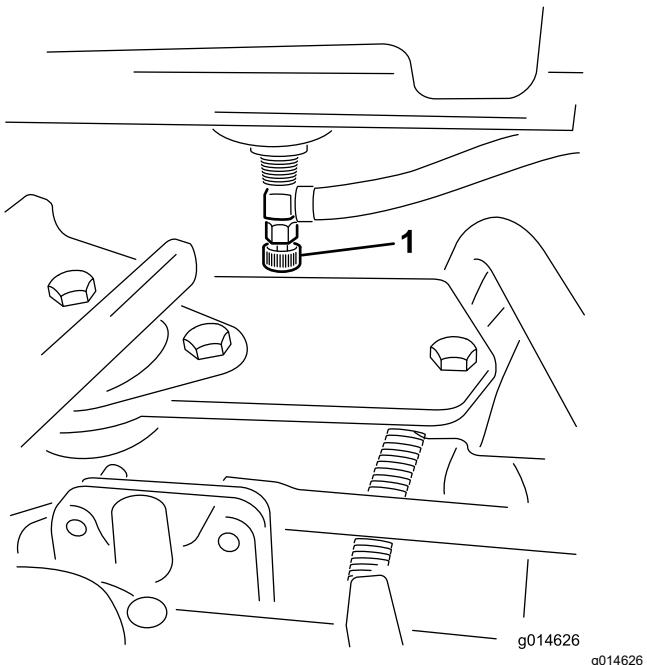

Figura 32
- Chiudete la valvola di intercettazione del carburante (Figura 32) sotto il serbatoio del carburante.